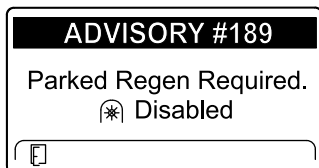

Рисунок 51
- Если вы не выполните стационарную регенерацию в течение 2 часов, дисплей инфо-центра отобразит сообщение «Требуется стационарная регенерация — вал отбора мощности выключен» — ИНФОРМАЦИОННОЕ СООБЩЕНИЕ № 189 (Рисунок 51).